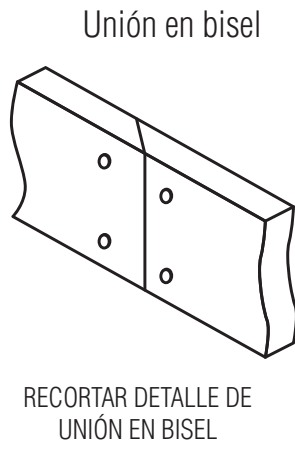

Figura 2
- Cuando se usa una junta en bisel, se requieren dos clavos en el marco de madera sólida en cada lado de la junta (consulte la figura 2).